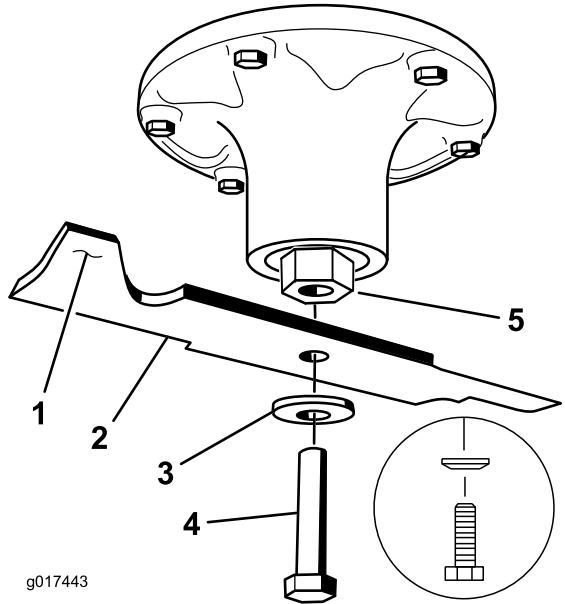

Figura 81
2. Retire el perno de la cuchilla, la arandela curva y la cuchilla del eje (Figura 81).